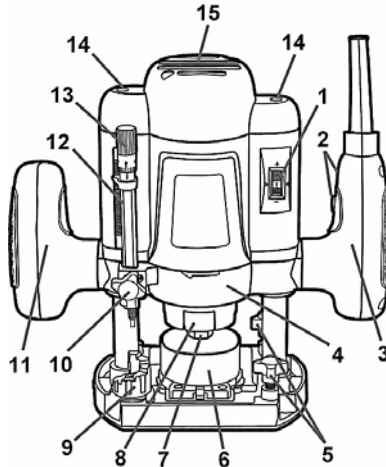

Рисунок 1
2.3.5 На опорній платформі встановлений 7-ступінчастий упор (9) (рисунок 1) з опорними площадками, які служать для обмеження глибини фрезерування. 7-ступінчастий упор має можливість повороту навколо своєї осі, що дозволяє швидко виконувати зміну глибини фрезерування на 3 мм для кожного кроку.
2.3.7 Швидкість обертання шпинделя змінюється коліщатком регулятора (1) (рисунок 1).
- Перевести обмежувач глибини фрезерування (12, рисунок 1) у положення для максимальної глибини обробки.
Під час налаштування глибини занурення фрези слід пам'ятати, що у процесі роботи необхідна глибина фрезерування досягається за допомогою її постійного збільшення. Виріб оснащений 7-ступінчастим поворотним упором-обмежувачем (9, рисунок 1), який дозволяє поступово збільшувати глибину занурення фрези, не налаштовуючи її при цьому описаним вище способом: спочатку фрезерування виконується на мінімальній глибині (перше положення з високою площадкою), а потім доходить до останнього (сьомого) положення. При кожному повороті обмежувача глибина занурення фрези збільшується на 3 мм.
Зміну частоти обертання здійснюють за допомогою коліщатка регулятора швидкості обертання шпинделя (1) (рисунок 1) на корпусі виробу.
4.2.3 Плавню підведіть ріжучий інструмент (фрезу) до поверхні оброблюваного матеріалу, поки обмежувач глибини фрезерування (12) (рисунок 1) не торкнеться нижньої сходинки 7-ступінчастого упору (9) (рисунок 1).